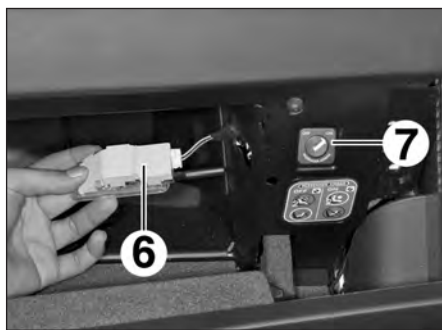

FIG.16
- l'éclairage (6) de la boîte à gants et le débrancher (Fig.16),
- Débrancher la commande de désactivation d'airbag passager (7).